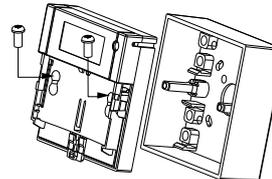

Рис. 5 – крепление корпуса к монтажной коробке
3. Прикрутите корпус к монтажной коробке с помощью винтов CS3 x 30, входящих в комплект (Рис. 5)